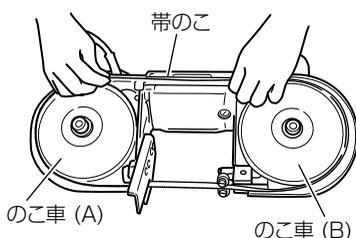

図 32
- (4) 挿入した帯のこがはずれないように押さえ、帯のこをのこ車 (A)、のこ車 (B) にかけてください。(図 32)